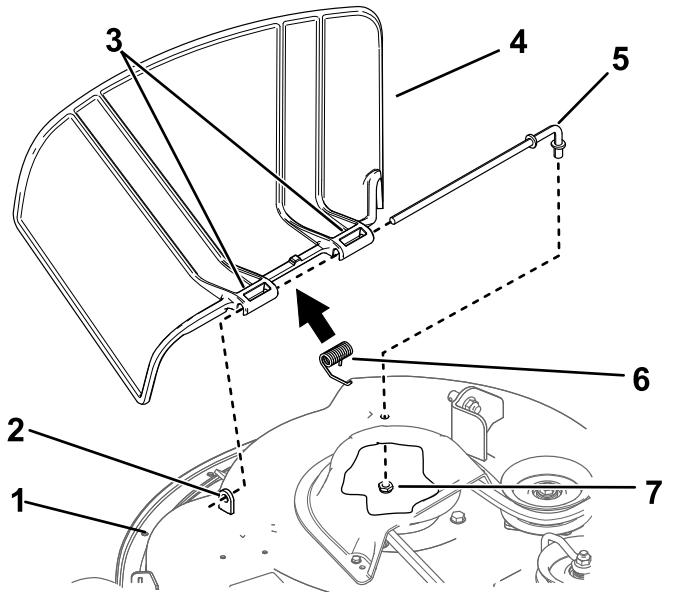

Figura 69
- Retire la tuerca ($\frac{3}{8}$ ") de la varilla (debajo del cortacésped) (Figura 69).
- Retire la varilla del separador corto, del muelle y del pivot de hierba (Figura 69).
- Instale el deflector de hierba nuevo (Figura 69).
- Deslice la varilla por el segundo soporte del deflector de hierba (Figura 69).
9. Sujete el extremo trasero de la varilla al cortacésped con una tuerca ($\frac{3}{8}$ "), según se muestra en Figura 69.